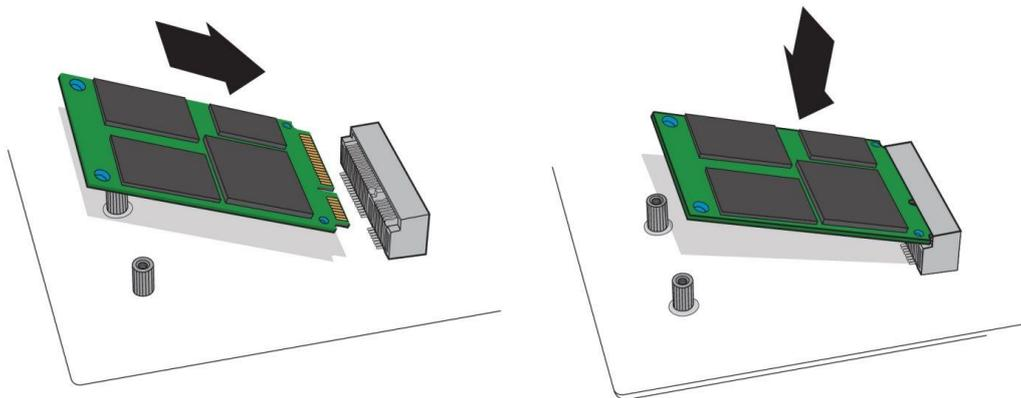

图 2.4 M.2CANFD 安装示意图(与 MiniPCIeCANFD 类似)
M.2CANFD 系列接口卡没有任何开关和跳线用于分配中断和 I/O 地址，这些都是由计算机 BIOS 自动分配的。因此，在安装驱动程序之前板卡必须事先安装到 M.2 槽上。安装步骤如图 2.4：